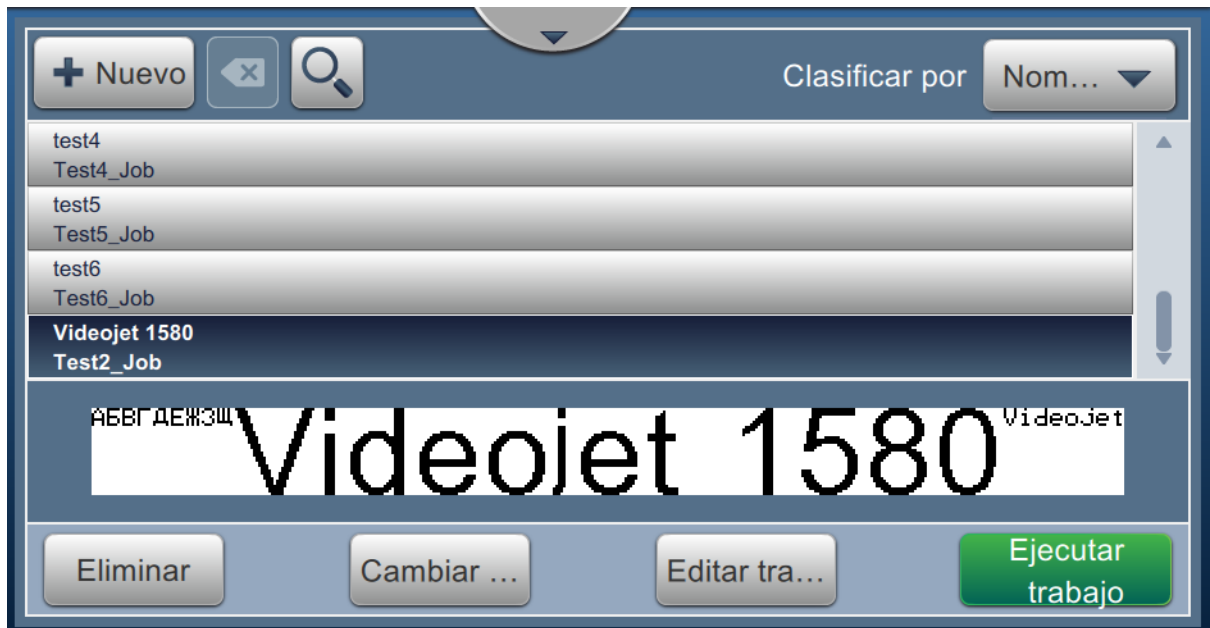

Figura 5-22. Lista de trabajos
32. El trabajo "Videojet 1580" se agrega a la lista de trabajos, como se muestra en la Figura 5-22.